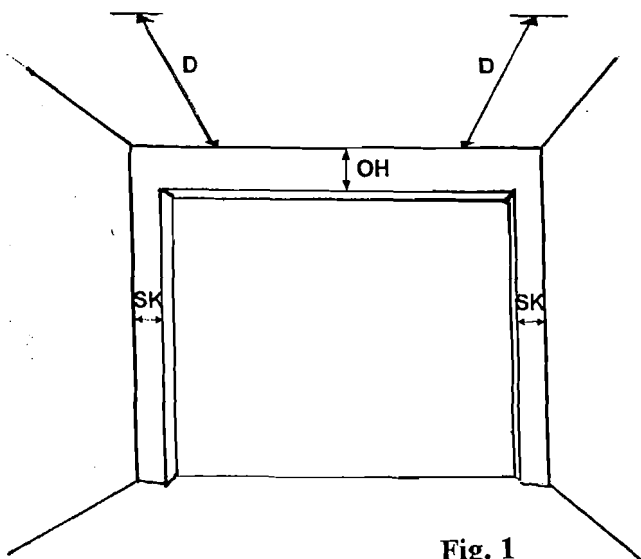

Fig. 1
Dybden (D) i garasjen må være min. portens høyde pluss 46 cm. Se fig 1. Det kreves ekstra dybde ved bruk av portåpner.